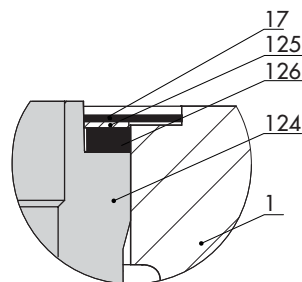

Fig. 9-5: Junta plana (17)
7. Colocar una junta plana (17) nueva en la ranura del retén del asiento (124) y del cuerpo (1), ver Fig. 9-5.
8. Colocar el puente (60), la parte superior (2) y el obturador con vástago del obturador (5) en el cuerpo. Asegurarse de que la abertura del retén del asiento (124) queda indicando hacia la salida de la válvula.